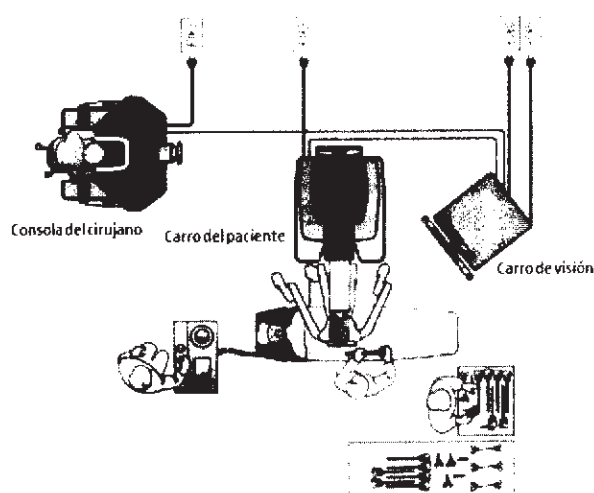

Figura 4.2 Distribución de los cables del sistema
Los cables deben disponerse de tal forma que no obstruyan el tráfico en el quirófano, incluidos el de otros equipos, para evitar que se dañen los cables o que se cree un obstáculo o peligro. La ubicación de los cables también debe facilitar el traslado del carro del paciente entre la ubicación preoperatoria (enfundado) e intraoperatoria. Consulte la Figura 4.2
2. Conecte los cables del sistema entre los componentes, como se muestra en la Figura 4.2, la Figura 4.3 y la Figura 4.4. Para conectar los cables, alinee el punto rojo del conector del cable con el punto rojo de la toma correspondiente, levante la tapa de la toma e introduzca el conector. Cuando el cable se conecta adecuadamente se escucha un clic. Tire suavemente del conector para asegurarse de que el cable esté bien fijado.